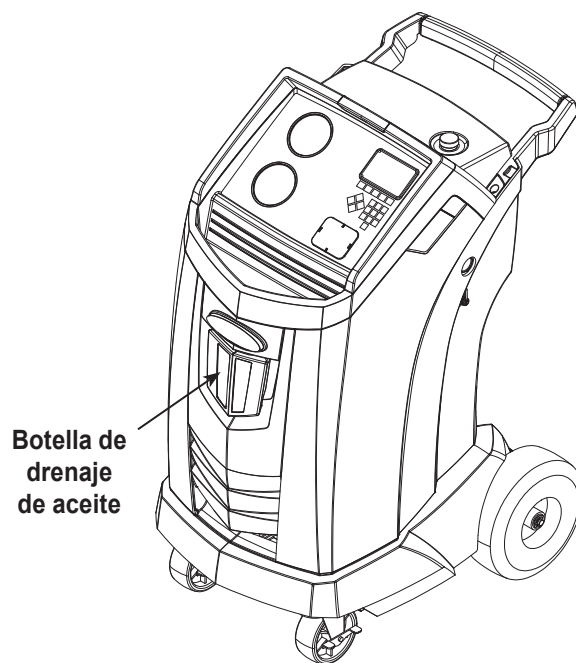

Figura 2
1. Vacíe la botella de drenaje de aceite antes de comenzar una recuperación. Retire la botella de drenaje de aceite de la máquina tirando de la botella verticalmente hacia abajo; no haga un movimiento de giro o balanceo. Vuelva a instalar la botella de drenaje de aceite. Consulte Figura 2.